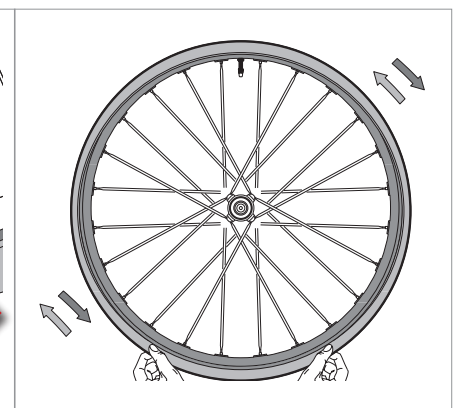

Fig.20
- Fate girare ed agitate la ruota in modo che il liquido possa sigillare tutta la superficie interna del copertone. Applicare acqua e sapone sul copertone e verificate eventuali bolle che possono indicare perdite d'aria del copertone. Posizionate la ruota in modo tale che il liquido fluisca nelle zone delle perdite d'aria affinché il liquido le ostruisca (Fig.20).